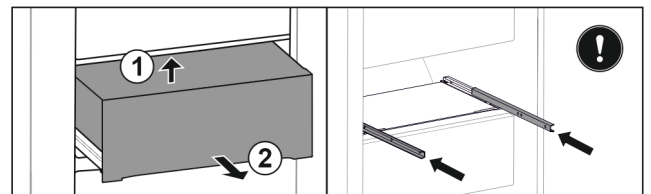

Fig. 35*
- ▶ Van achteren aan onderzijde optillen Fig. 35 (1).*
- ▶ Er naar voren toe uitnemen Fig. 35 (2).*